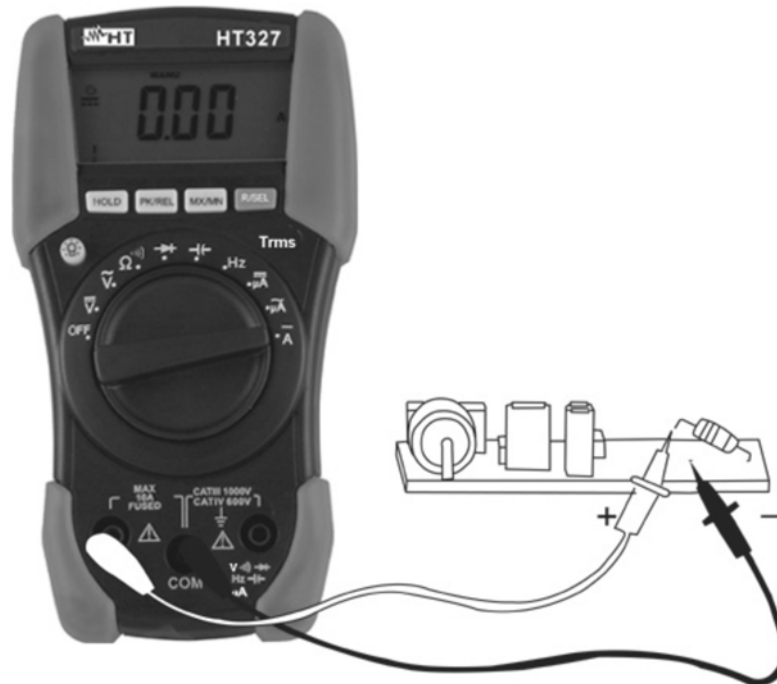

Abb. 4: DC-Strommessung
3. Verbinden Sie die Messleitungen wie folgt: die rote Messleitung in die **A**-Buchse und die schwarze Messleitung in **COM**-Buchse (s. Abb. 4).